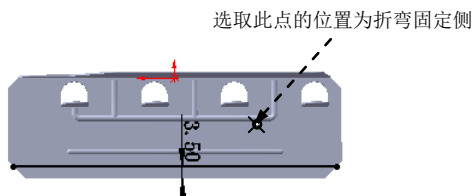

图 13.2.54 绘制的折弯线
② 定义折弯线草图。在草图环境中绘制图 13.2.54 所示的折弯线。
(3) 定义折弯固定侧。在图 13.2.54 所示的位置处单击, 确定折弯固定侧。